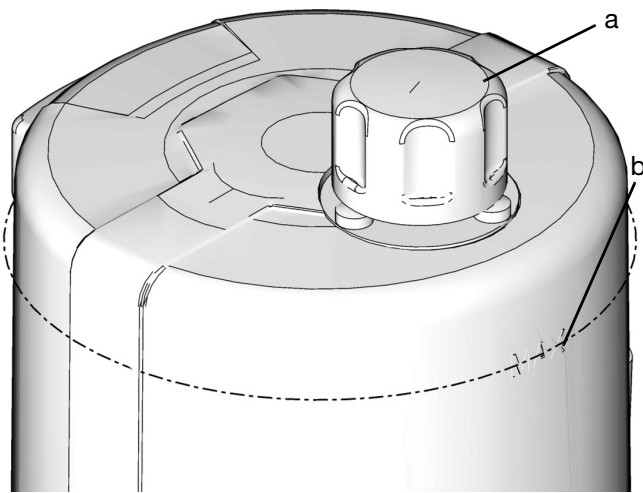

FIG. 26
- No llene en exceso (FIG. 26).